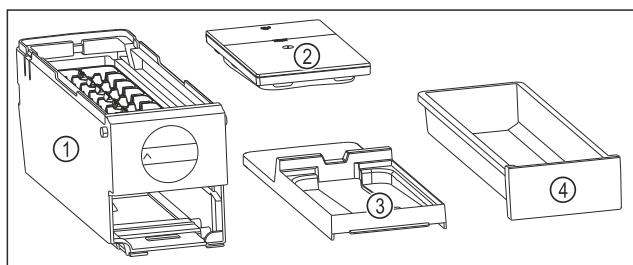

Fig. 174 Součásti EasyTwist-Ice
- ▶ EasyTwist-Ice je rozebrán na čtyři části. (viz Fig. 174)
- ▶ EasyTwist-Ice rozebírejte pouze na zobrazené součásti. (viz Fig. 174)
- ▶ Korpus EasyTwist-Ice Fig. 174 (1) vyčistěte jako celek.